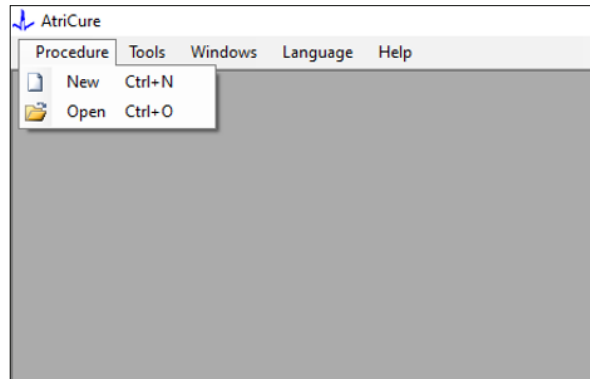
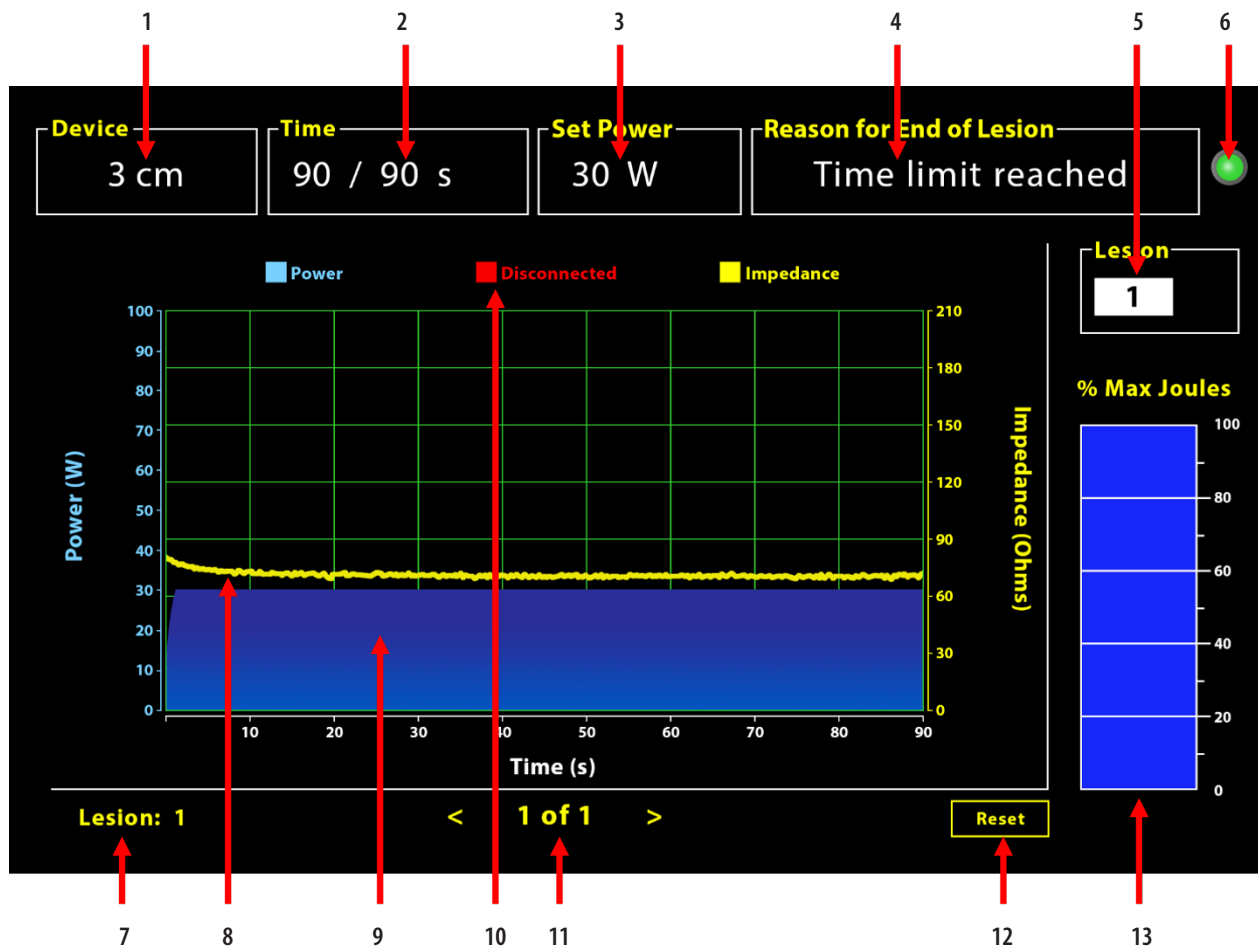

Abbildung 4: Option zum Öffnen eines neuen Verfahrensfensters
Abbildung 5: Layout der Softwareoberfläche
2. Durch Auswahl der Optionen „Verfahren“ > „Neu“ öffnet sich das folgende Fenster (siehe **Abbildung 4** und **Abbildung 5**):
Der Generator gibt weiterhin HF-Energie für die Ablation ab, wenn nicht eine der drei Kriterien erfüllt ist. Diese Gründe werden im Fenster „Grund für Beenden der Läsion“ [Nr. 4 in Abbildung 5] angezeigt: